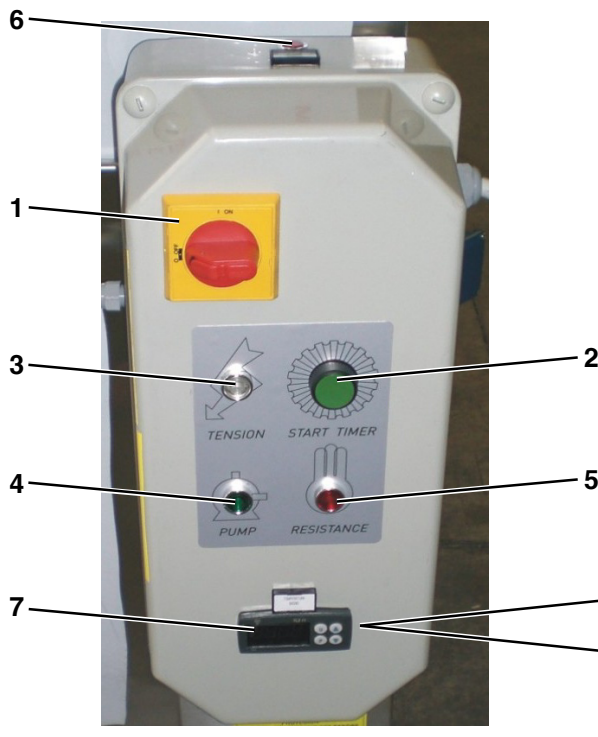

Fig. 19
- Den Hauptschalter **1 (Abb. 19)** der Maschine öffnen (Position
- ouvrir l'interrupteur général de la machine (position "0 - OFF") **1 (Fig.19)**.
- Abrir el interruptor general de la máquina (posición "0 - OFF") **1 (Fig.19)**.